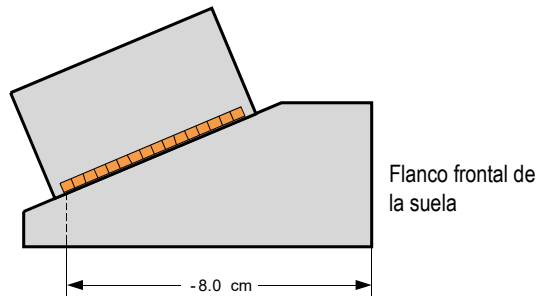

Figura 4-7 Medida del desplazamiento primario
- d) Seleccione el parámetro **Desplaz. primario** y, después, el valor del desplazamiento/compensación primario (distancia entre el frente de la sonda y el centro de primer elemento de dicha sonda). Véase la Figura 4-7 en la página 109.